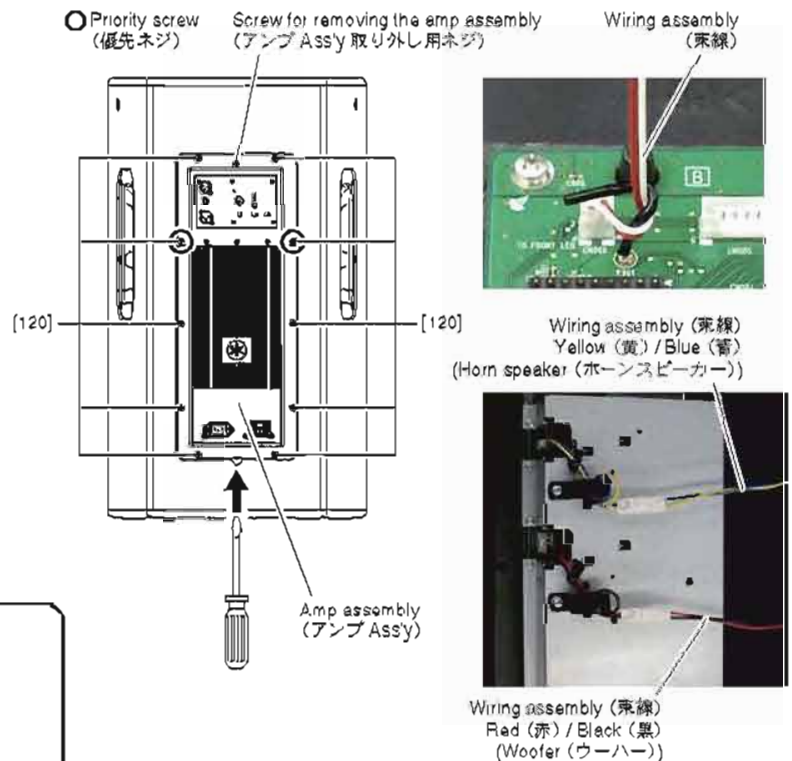

Fig. 8 (図 8)
- (1) Loosen the screw for removing the amp assembly.
- (2) Insert the flat blade screwdriver or the like into the cavity of the cabinet, and push the bottom end of amp assembly up.
- (3) Pull the screw for removing the amp assembly to move up the top end of the amp assembly.
- (4) Hold both top and bottom of the amp assembly to remove it.
- 5-3. Disconnect the connectors of the wiring assemblies. (Fig. 8)
- 5-1. [120] のネジ 10 本を外します。(図 8)
- 5-2. 下記の手順で、慎重にアンプ Ass'y を取り外してください。(図 8)
- (1) アンプ Ass'y 取り外し用ネジを緩めます。
- (2) キヤビネットの切り欠きにマイナスドライバーなどを差し込んで、アンプ Ass'y の下部を浮かせます。
- (3) アンプ Ass'y 取り外し用ネジを手前に引いてアンプ Ass'y 上部を浮かせます。
- (4) アンプ Ass'y の上部と下部を持って、取り外します。
- 5-3. 束線のコネクターを外します。(図 8)